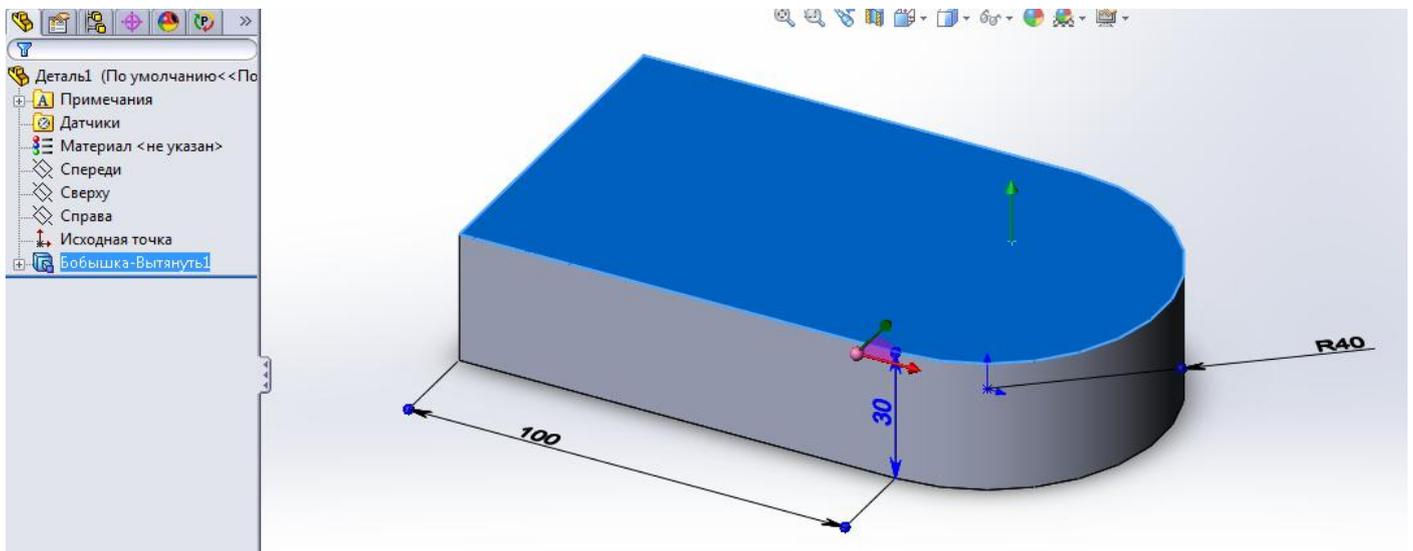

Рис. 1.17. Выбор плоскости проектирования второго элемента
4.1. Нажатием левой кнопки мыши активизировать верхнюю грань основания. Результат указанного действия представлен на рис. 1.17.